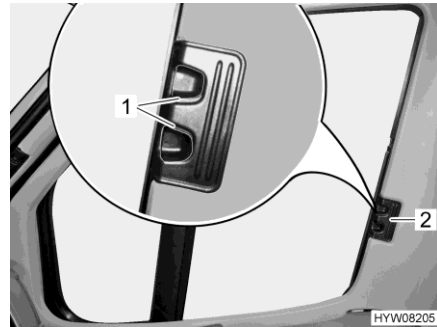

Fig. 41 Dispositif occultant plissé pour la fenêtre côté conducteur/passager
- Pousser les dispositifs occultants plissés pour les fenêtres côté conducteur et côté passager jusqu'à la butée au niveau de la poignée (Fig. 41,2).
- Faire s'enclencher les poignées de déverrouillage (Fig. 41,1).